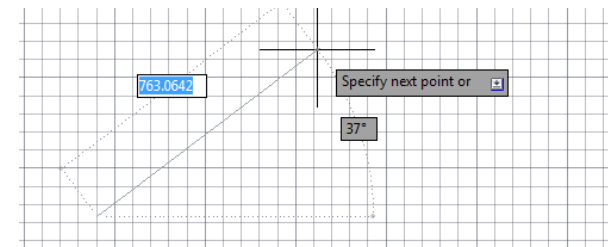

Рис. 14 Функция Line
- Функция **Line (Отрезок)** позволяет построить отрезок по двум точкам. Если поставить с помощью курсора первую точку отрезка и потянуть курсор в любую сторону, то у курсора появится два окошка с координатами второй точки отрезка (Рис. 14). В одном окошке будет показываться длина отрезка, во втором – координаты второй точки в градусах относительно горизонтали. Эти параметры можно задавать вручную. Переключаться между окнами можно с помощью клавиши **Tab**.